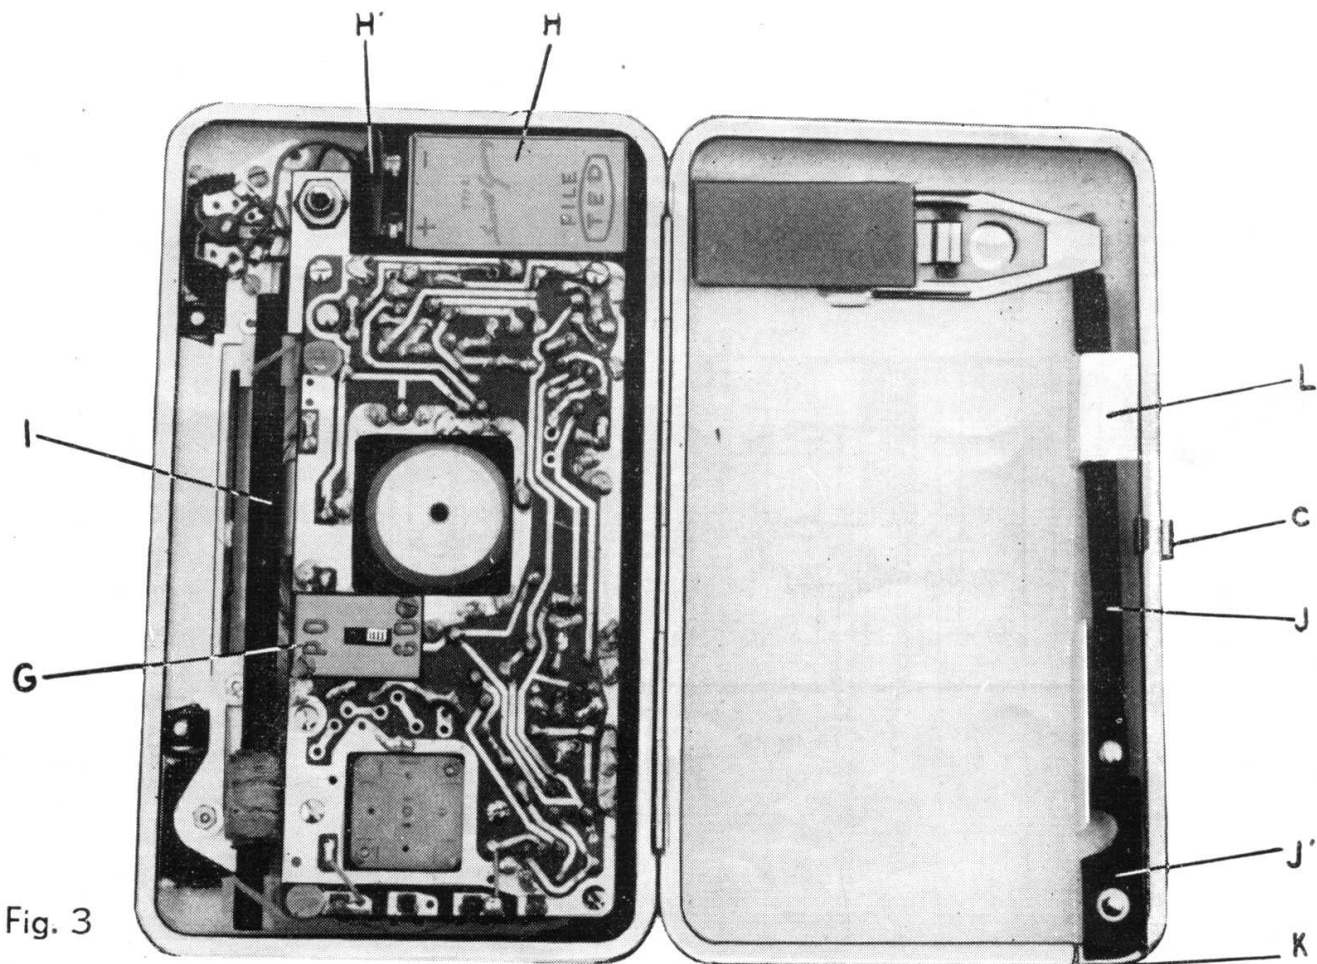

Fig. 3
§ 3. **Figure 3.** — Changement de la gamme d'ondes (G).
Ouvrir le récepteur en enfonçant le bouton G du fermoir, comme indiqué figure 3. Ce fermoir, semblable à celui employé pour les poudriers ou les sacs à main, constitue une originalité du « Saint Germain », il permet une ouverture instantanée et rend commode le changement de la pile qui constitue sur beaucoup de récepteurs une opération périlleuse. L'ouverture du « Saint-Germain » est si immédiate que le constructeur a choisi de loger le bouton d'ondes à l'intérieur du récepteur, permettant ainsi un aspect de la face avant plus symétrique et d'une harmonie plus dépouillée. C'est le bouton G (figure 3).
§ 5. **Figure 3.** — Antenne (I).
§ 7. Piles (H). — **Figure 3.**
**Pour remplacer la pile,** ouvrir le récepteur en enfonçant le bouton C du fermoir (figure 3), dégager la pile H de son logement ; lui ôter son chapeau H' en le tirant fortement entre le pouce et l'index. En replaçant la pile neuve, attention au sens, les deux boutons-pression du chapeau H' ne sont pas identiques (1 mâle, 1 femelle), on doit percevoir un encliquetage net en enfonçant chaque bouton-pression.
§ 9. Dragonne (J). — Figures 3 et 4.